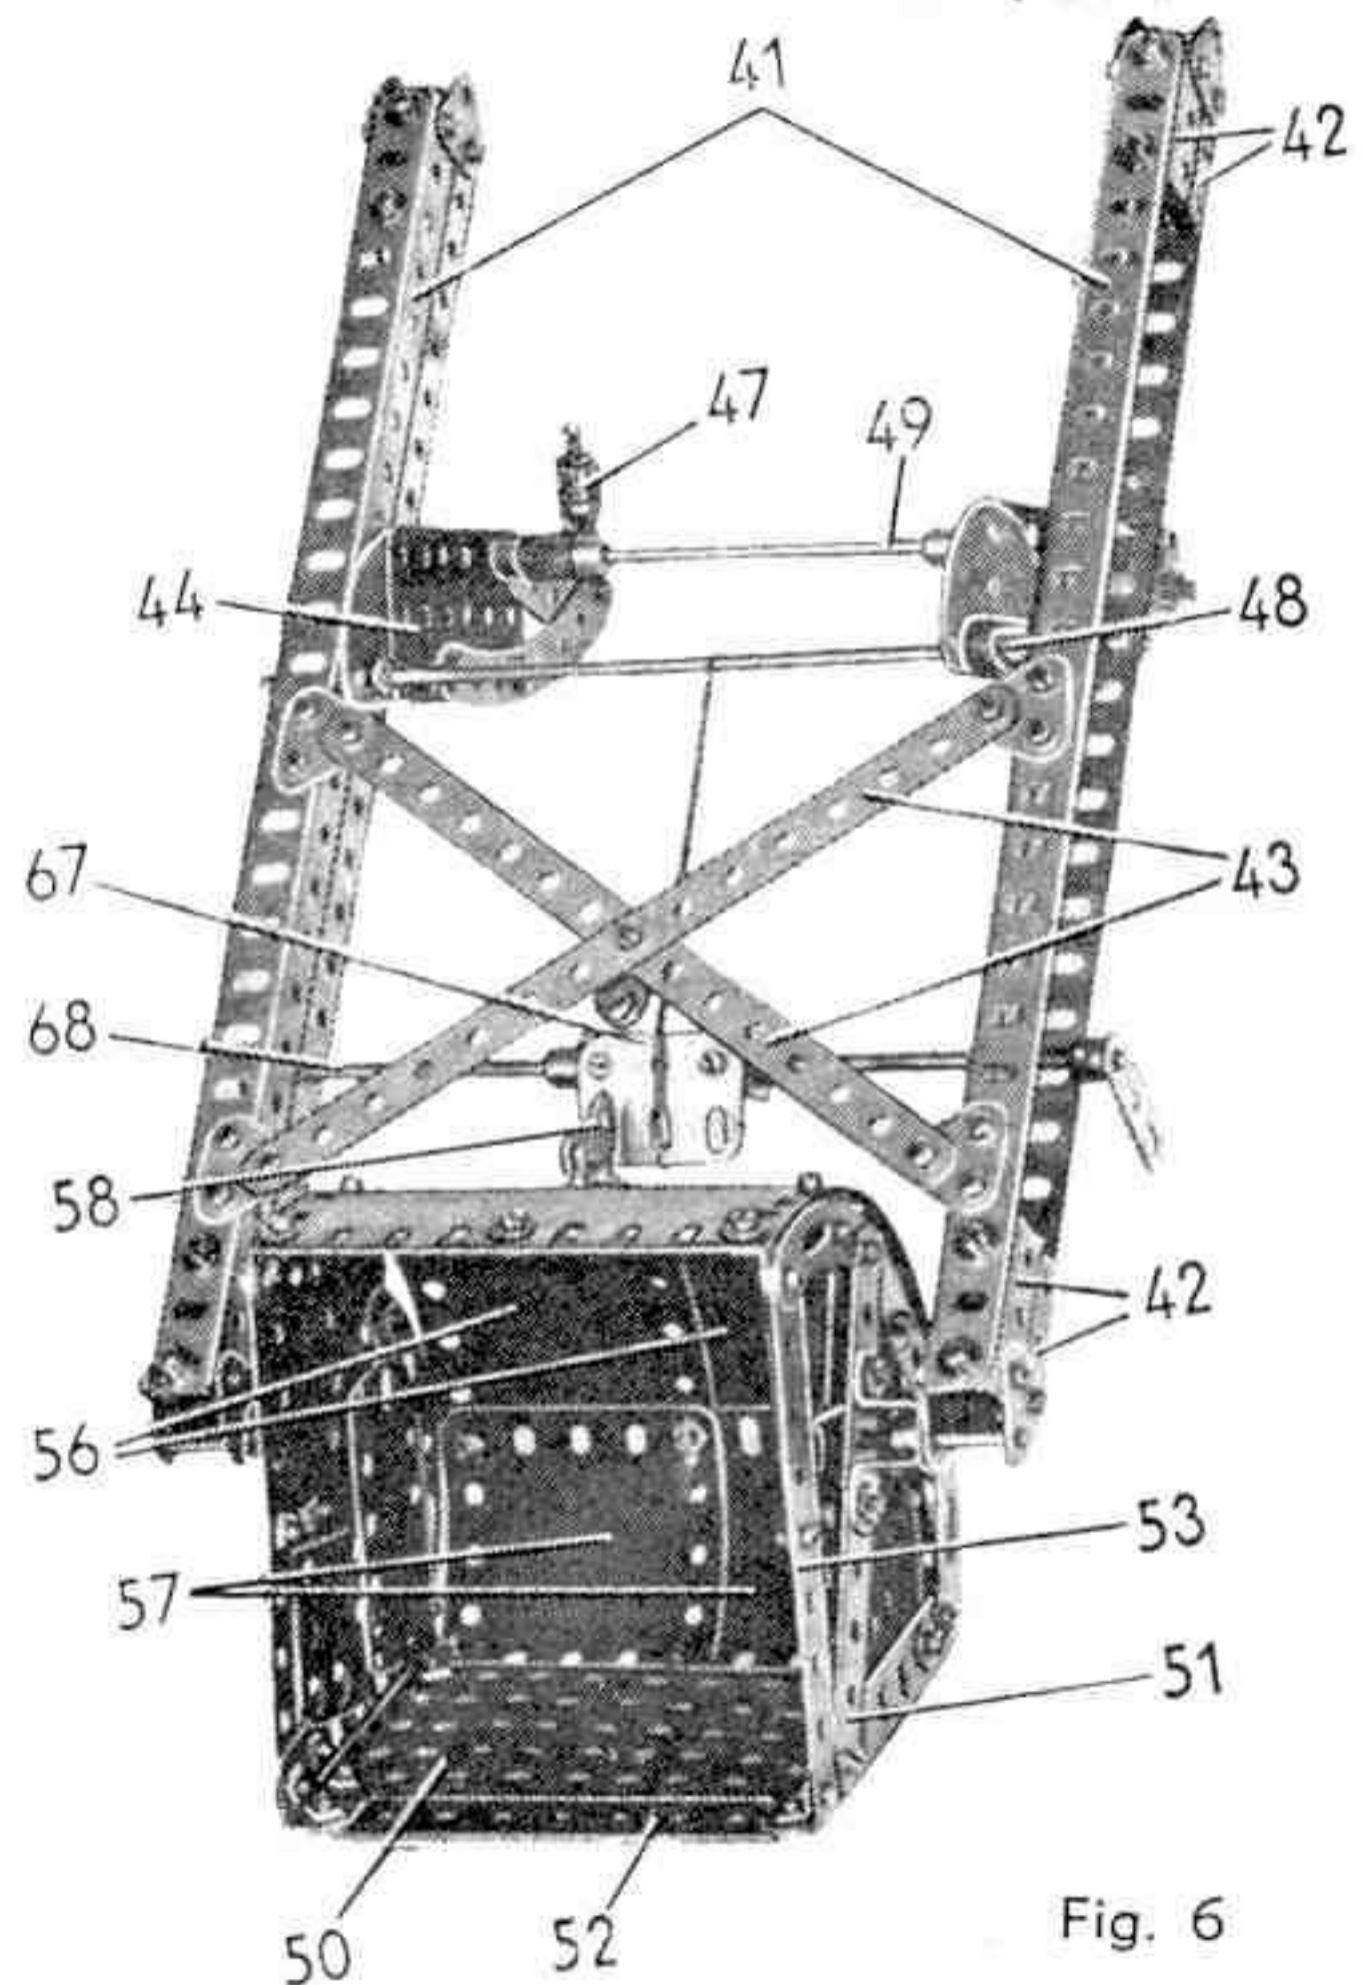

Fig. 6
Chaque bras (41) est une poutrelle formée de deux cornières de 25 trous (fig. 6). A chaque extrémité les deux cornières portent une cornière de trois trous (42). Les cornières de 25 trous d'une part, les cornières de 3 trous d'autre part, sont assemblées par des plaques triangulaires de 25 mm.
manivelle doubles (48) qui permettent de les monter solidement sur une tringle de 20 cm qui traverse les bras (41). D'autre part, une tringle de 16,5 cm (49) est tenue dans les bielles par des bagues d'arrêt. Des galets sont formés à chaque bout de la tringle par dix rondelles prises entre deux bagues d'arrêt (fig. 6).
Deux bandes coudées de 11,5 x 12 mm sont fixées entre les bandes incurvées (54). Deux plaques flexibles de 14 x 6 cm (56) prolongées par deux plaques flexibles de 6 x 6 cm (57) sont incurvées pour former le fond de la pelle (fig. 6). Chaque côté de la pelle est recouvert par trois plaques flexibles de 6 x 4 cm et une plaque flexible triangulaire de 6 x 4 cm.
La benne est articulée entre les bras à l'aide deux tringles de 4 cm. Chacune de ces tringles passe dans les deux goussets d'assemblage fixés au bout des cornières (41) et (42) et dans le cavalier boulonné sur la bande (55). Elle est tenue en place par une bague d'arrêt placée à l'intérieur du cavalier (fig. 6).
Un système de blocage de la benne (fig. 6) est formé par une poutrelle plate de 3 trous (67) boulonnée sur une bande coudée de 38 x 12 mm. La bande